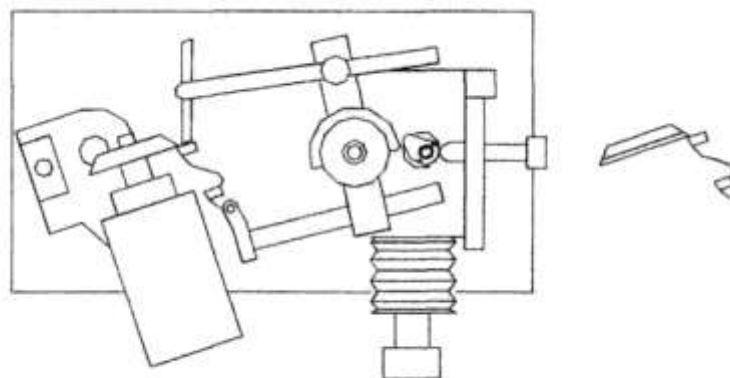

Рис. 8
7.1.4. Заточка пилы с отрицательным передним углом зубьев (см. рис. 8)